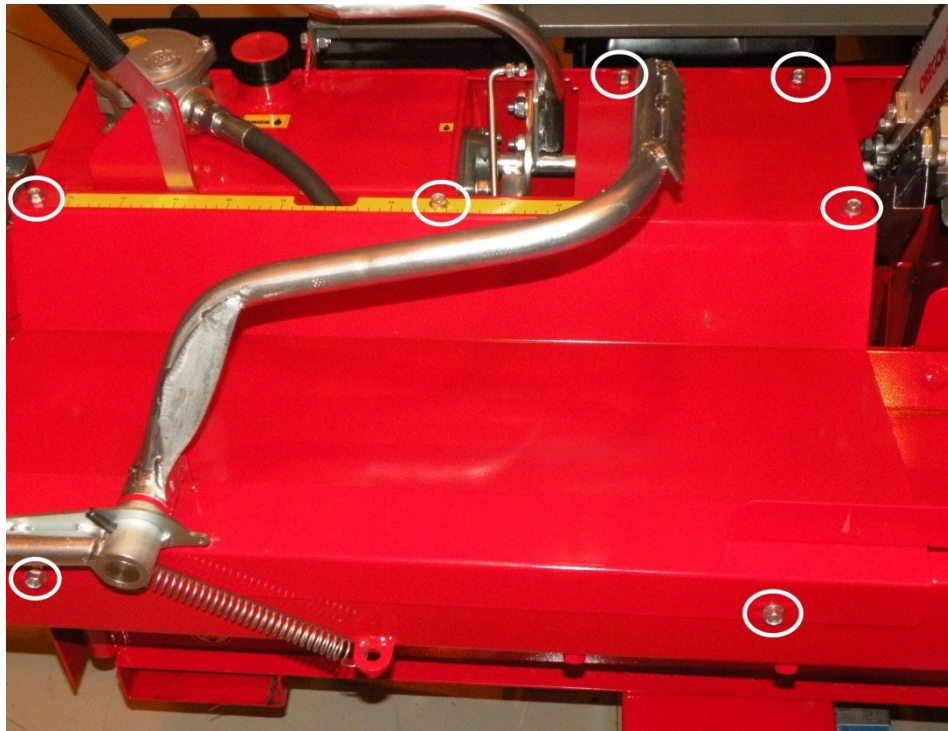

Bild 25.
2. Lossa fästbultarna (5 st.) enligt bild 25 och avlägsna matarbordets plåt.